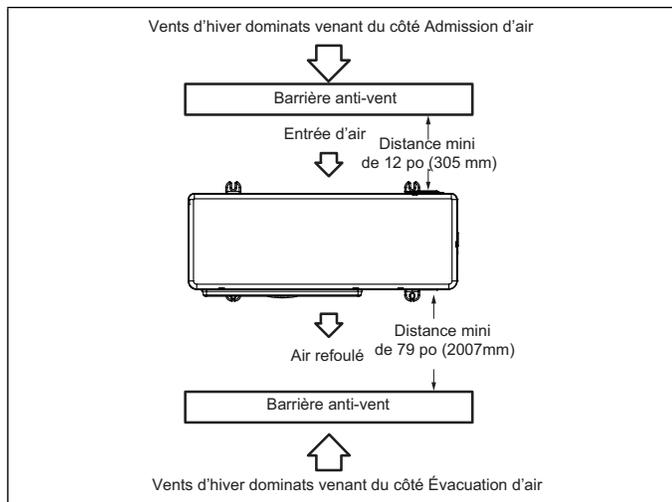

Figure 15. Barrière anti-vent
- Quand les vents dominants sont du côté de l'admission d'air, positionner la chicane anti-vent à un minimum de 12 pouces (305 mm) de l'unité comme illustré à la «Figure 15. Barrière anti-vent».